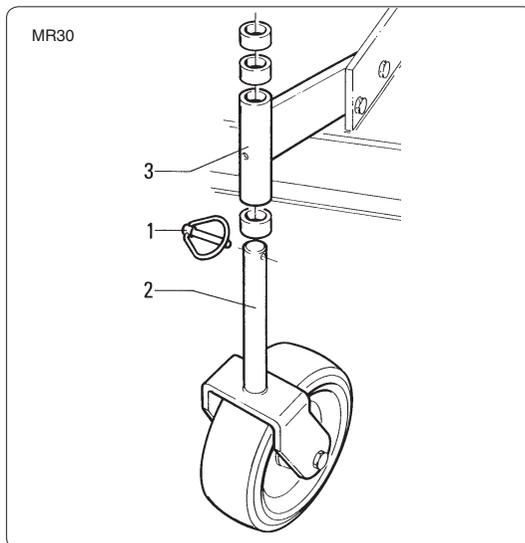

fig. 5.2.1
- Mount the wheel axis "2" onto the wheel support "3", slide any remaining spacers on and lock them in place with the split pins 1 (see fig. 5.2.1).
- Montare l'asse ruota "2" nel supporto ruota "3", infilare gli eventuali distanziali rimasti e bloccarlo con le copiglie "1" (vedi fig. 5.2.1).